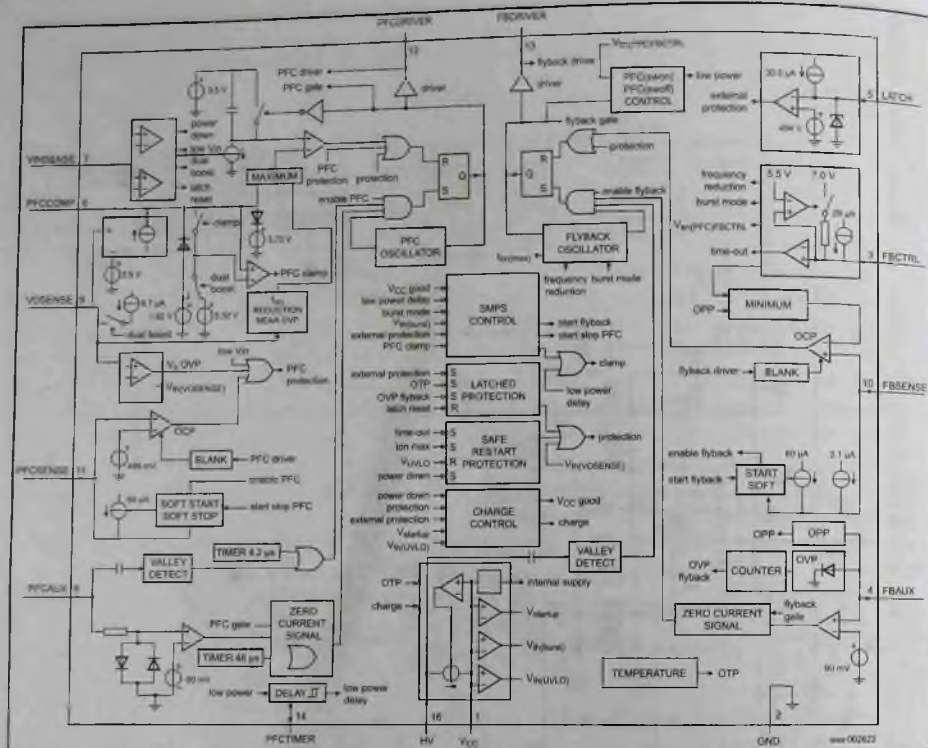

Рис. 3. Блок-схема ИМС TEA1755
Схему можно разделить на следующие функциональные узлы: сетевой фильтр, выпрямитель, корректор коэффициента мощности (ККМ), рабочий источник питания (ИП), дежурный ИП и LED-драйвер (см. рис. 3). Рассмотрим работу этих узлов по принципиальной схеме.
Главной особенностью рассматриваемой схемы является применение интегрального контроллера U301 типа TEA1755 фирмы NXP, совмещающего в себе функции управления ККМ и импульсным преобразователем. Оба контроллера в составе ИМС работают в квазирезонансном режиме (QR) и режиме прерывистого тока (DCM) через индуктор. Блок-схема ИМС приведена на рис. 3.